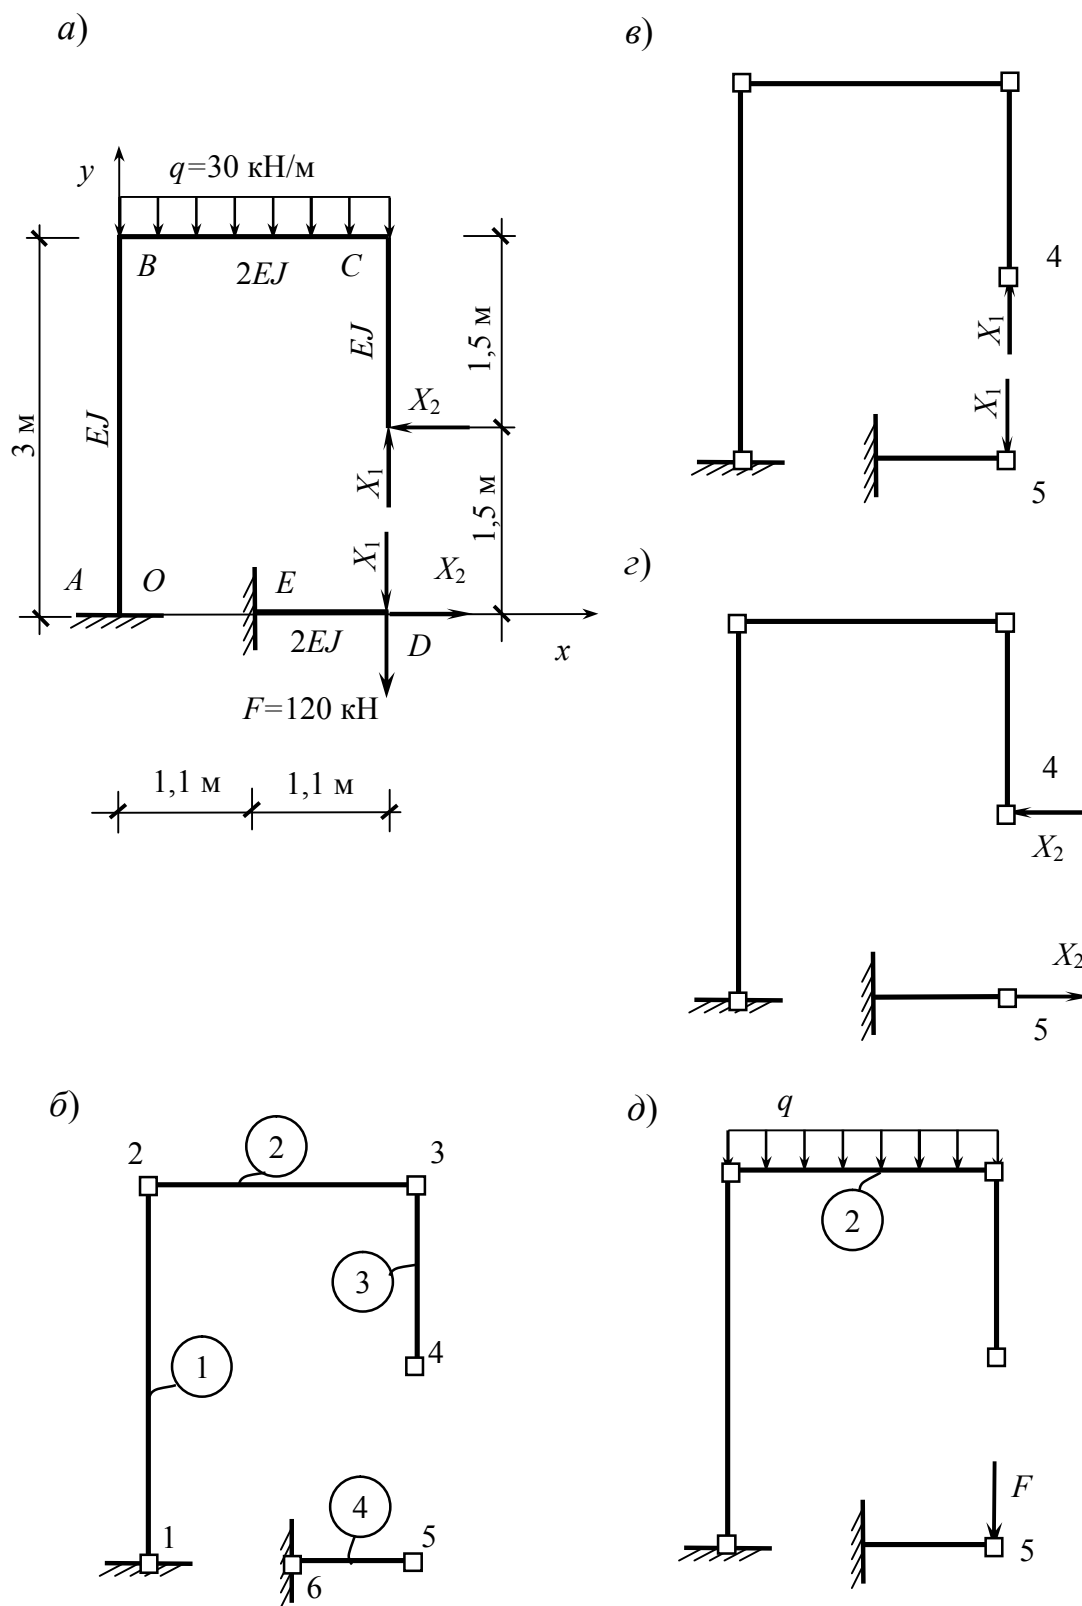

Рис. 1
Вычертим основную систему (рис. 1, а) в координатных осях xOy и пронумеруем узлы и элементы (рис. 1, б). Для удобства изображения сместим вниз стержень DE (учтем это при определении координат узлов). Примем, что первый и третий элементы относятся к первому типу жесткости (EJ), а второй и четвертый элементы - ко второму типу (жесткость $2EJ$). В первом нагружении приложим единичную силу X_1 , во втором X_2 , в третьем заданную нагрузку. В результате получаем пять чисел:
В первом нагружении (рис. 1, в) к четвертому и пятому узлу приложены соответственно вертикальная (тип 2) положительная (в направлении оси y) и отрицательная (противоположно оси y) единичная силы.
Во втором нагружении (рис. 1, г) к четвертому и пятому узлу приложены соответственно горизонтальная (тип 1) отрицательная (противоположно оси x) и положительная (в направлении оси x) единичная силы.
В третьем нагружении (рис. 1, д) к пятому узлу приложена вертикальная (тип 2) отрицательная сила F ; ко второму элементу равномерно распределенная вертикальная (тип 5) отрицательная нагрузка q .